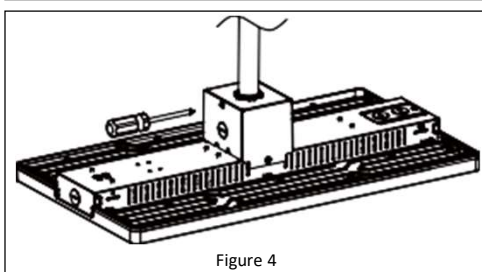

Figure 4
4. Placez et fixez les supports latéraux sur la monture à l'aide des vis fournies. **Reportez-vous à la Figure 4.**